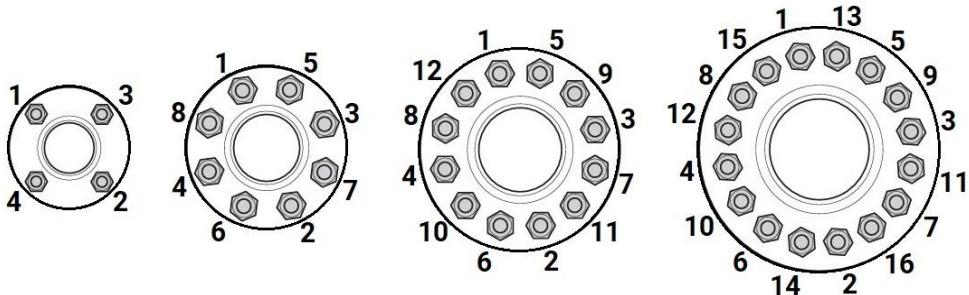

Рисунок 8 – Порядок затяжки крепежных болтов/шпилек
- 5.21. Далее, при открытом положении ЗДПМ, производится окончательная затяжка шпилек/болтов по перекрестной схеме (см. рис. 8). Рекомендуемые моменты затяжки указаны в таблице 6.